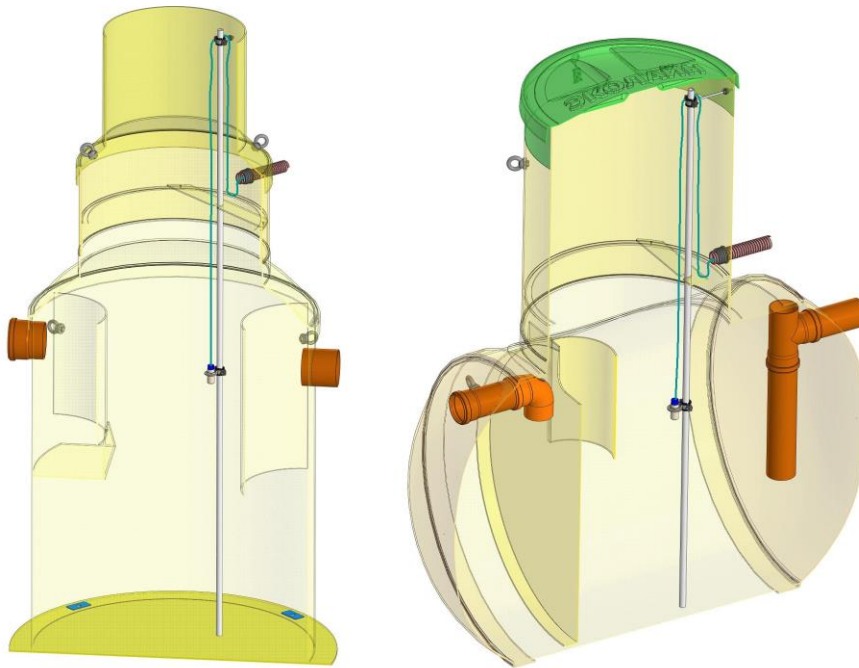

Рис. 7 – Примеры установки монтажного комплекта датчика в ёмкости
- 8) Установить штангу с датчиком (-ами) на выбранное место, уперев нижний край штанги в дно ёмкости и заведя среднюю часть штанги в проушину планки среднего крепления и закрепив хомутом верхнего крепления. (рис.7) Кабель датчика проложить через шпильку верхнего крепления. Исключить натяжения и крутые перегибы кабеля.